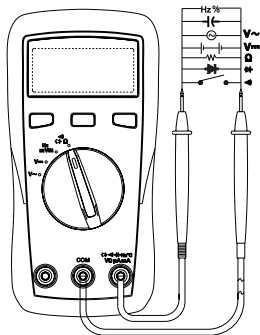

Fig. 2
1. Inserire il cavo di misura rosso nella boccia VmΑμΑΩ e il cavo di misura nero nella boccia COM. Orientarsi in base alla Fig. 2
3. Collegare entrambe le puntali di misura all'oggetto da misurare. Se la tensione di ingresso (CC) è negativa, davanti al valore misurato compare un meno.
1. Inserire la spina del cavo di misura nero nella boccola di misura "COM" e la spina del cavo di misura rosso nella boccola di misura "V/ Ω ". Orientarsi in base alla Fig. 2
2. Posizionare i puntali di misura sull'oggetto da misurare Fig. 2.